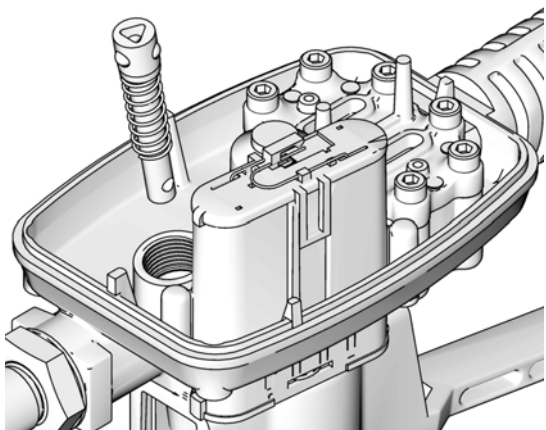

ABB. 43
3. Führen Sie die Auslösestangenbaugruppe durch die Öffnung in das Gerätegehäuse (ABB. 43) ein.